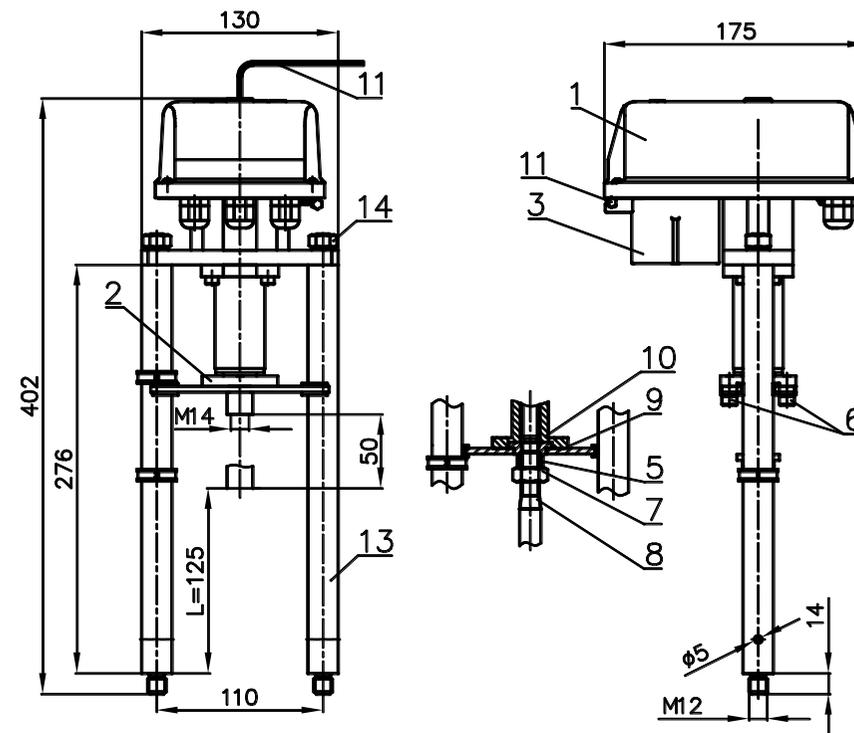

Рисунок 1 - ВЭП-125М
- электропривод (рисунок 1 – позиция 1);
- винтовая передача (рисунок 1 – позиция 2).